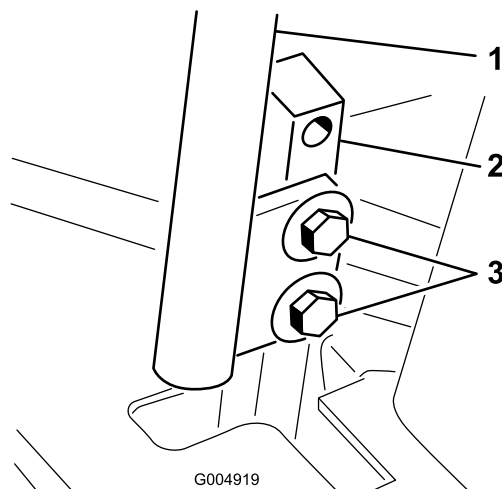

Figura 68
3. Allentate i bulloni di fissaggio delle leve di controllo (Figura 68).